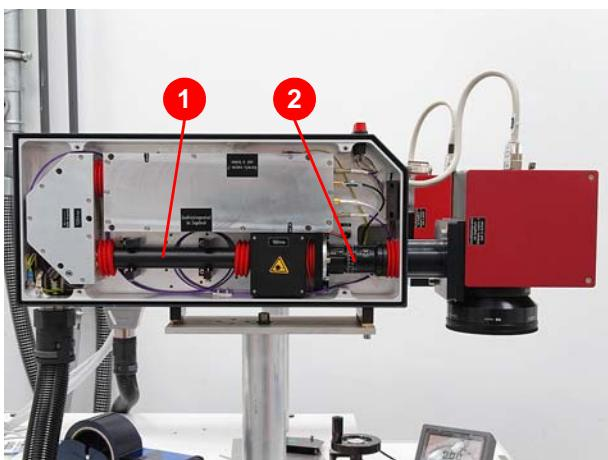

Abbildung 7.43 Strahlverrohrung demontieren
2. Strahlverrohrung (1) (Abbildung 7.43) des Laserkopfes, Strahlaufweitung (2) und Strahlaufweitungshalter ausbauen.